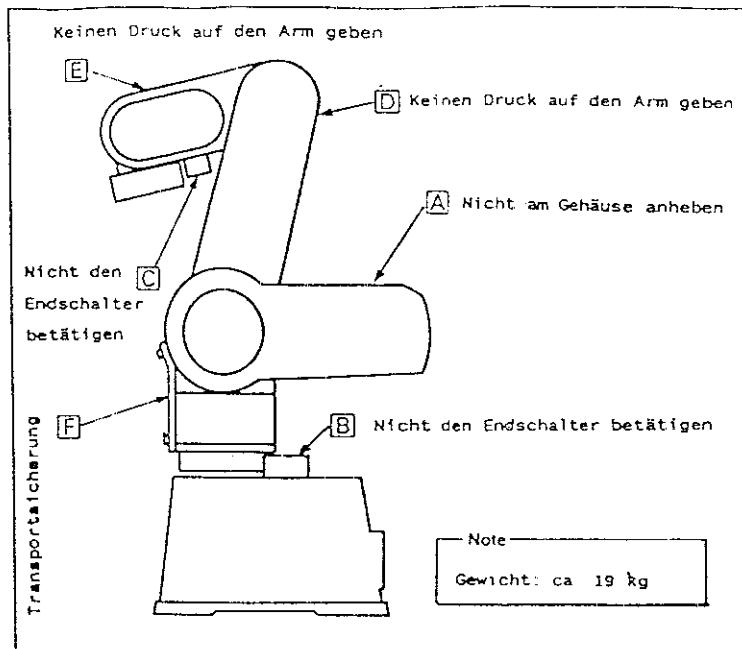

Abb. 1.1.1 Roboter bei Auslieferung
- (1) Bevor der Roboter ausgepackt wird, sollte sorgfältig das Kap. 2.1.1 "Transport des Roboters" gelesen werden.
- (2) Der Roboter darf auf keinen Fall am Gehäuse (s. Abb. 1.1.1, A) aus der Verpackung gehoben werden.
- (3) Die Grundeinstellung der Endschalter und Anschläge (C und B) wurde vor Auslieferung vom Werk vorgenommen. Sie dürfen nicht berührt werden, damit die Wiederholgenauigkeit gewährleistet ist.
- (4) Die Arme (D und E) sind durch eine Sperre gesichert und dürfen nicht von Hand bewegt werden.
- (5) Die Transportsicherung (F) darf erst nach erfolgter Installation des Roboters entfernt werden.
- (6) **Achtung:** Vor der ersten Positioneingabe muß der Bezugspunkt des Roboters justiert werden (s.S. 5-26).